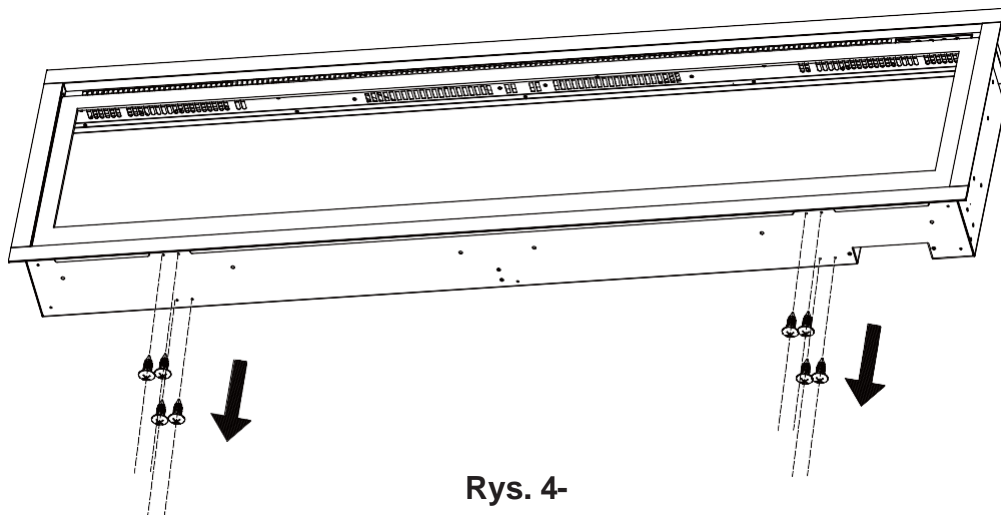

Rys. 3-3
Zamontować plastikową kotwę ścienną (C) w płycie gipsowo-kartonowej. Włóż dłuższą śrubę (B) do otworu we wsporniku L, a następnie do kotwy ściennej, aby zapobiec odłączeniu się kominka od ściany. (Rys. 3-3)